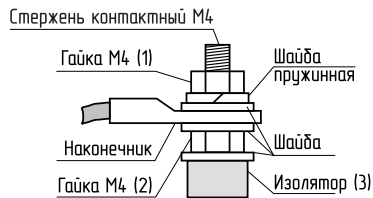

Рис.5 Присоединение проводов к выводам блок ТЭН
6.8. При замене блок ТЭН присоединение фазных проводов к выводам блок ТЭН производить согласно Рис.5. Сечение кабеля указано в табл.1 и 1.1.